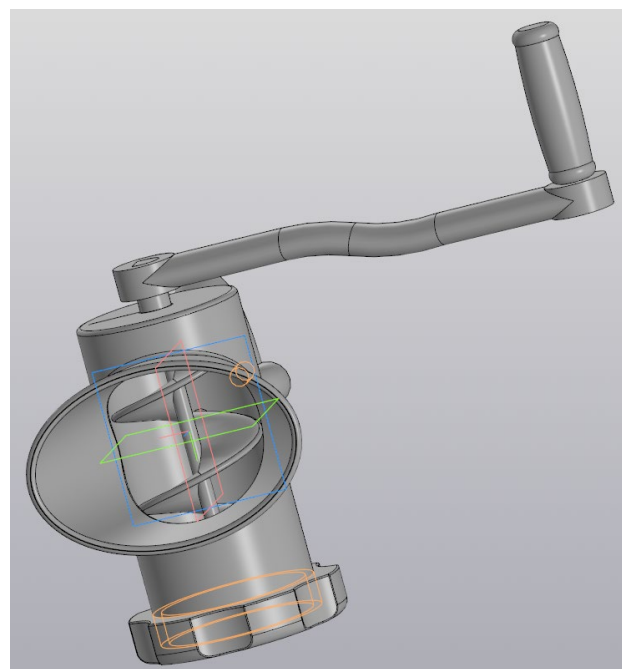

Рисунок 91 – Установка ручки
- добавьте ручку на штифт (рис. 91),